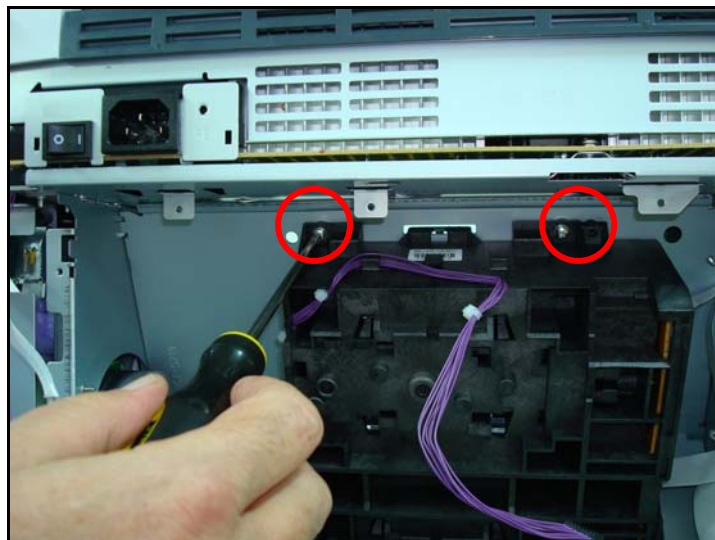

Figura 21
9. Con la impresora apoyada normalmente sacar los dos tornillos marcados con círculos en la figura 21 en la parte superior de la unidad.